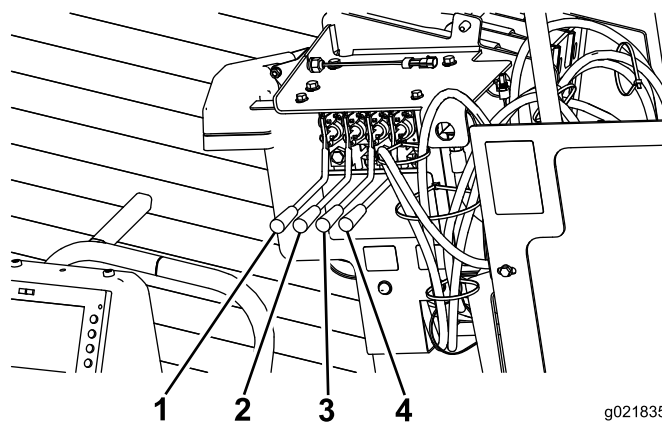

Figure 82
11. Poussez les 2 leviers de la vrille d'ancrage droite vers l'intérieur pour abaisser et faire tourner la vrille droite jusqu'à ce qu'elle soit complètement engagée (Figure 82).